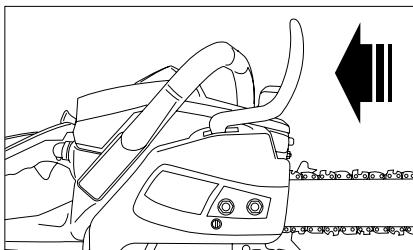

Fig. 4
2. Deblocați prin tragere frâna de lanț. Verificați ca lanțul să se rotească în jurul șinei (Fig. 4).